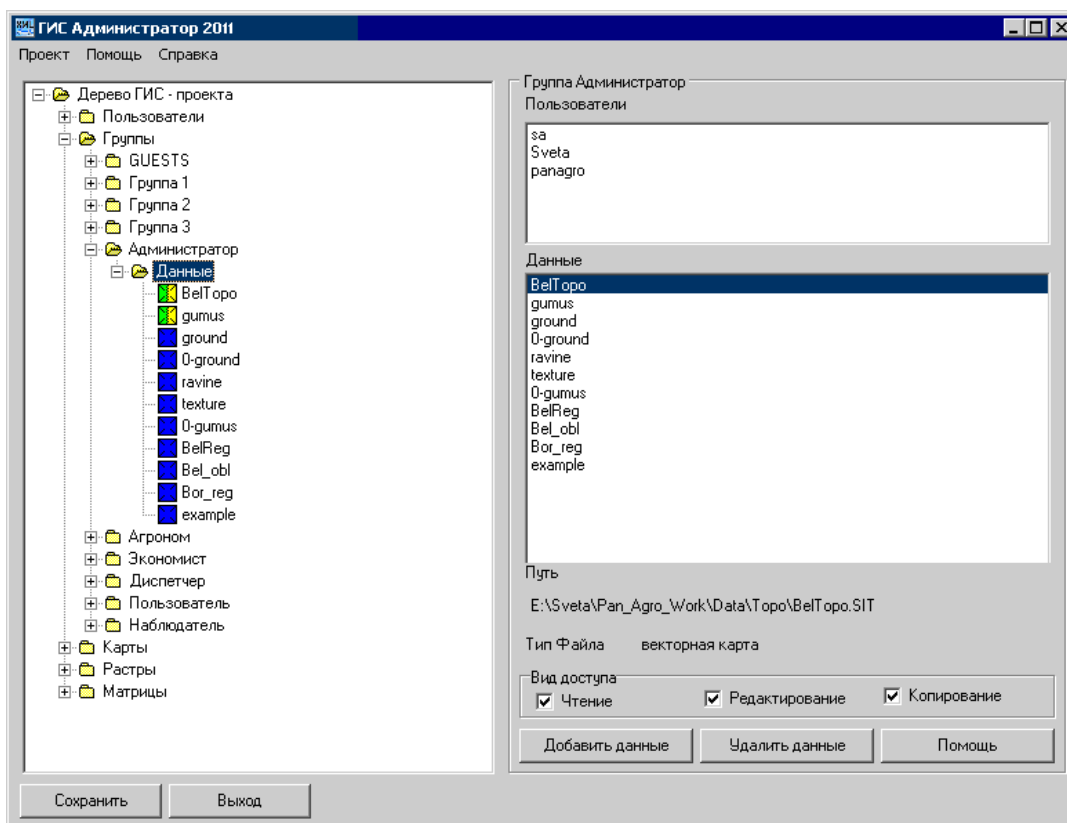

Рисунок 20 - Окно ГИС Администратора 2011 — Данные
7. Для каждой группы в папке Данные указать карты с разрешенным видом доступа к ним (см. Рисунок 20).